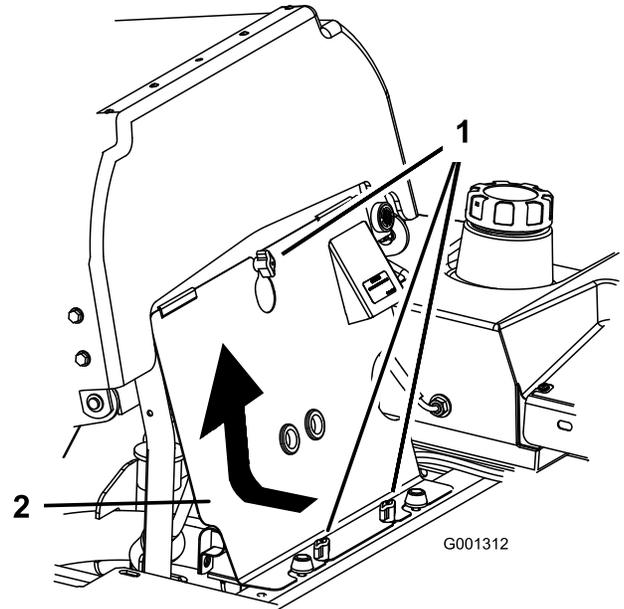

Figure 66
1. Basculez le siège en avant et déposez le panneau avant du moteur (Figure 66).